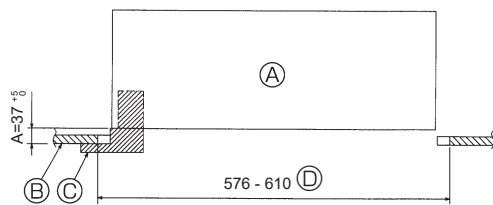

Fig. 10-2
10.2. Vorbereitung zum Anbringen des Gitters (Fig. 10-2)